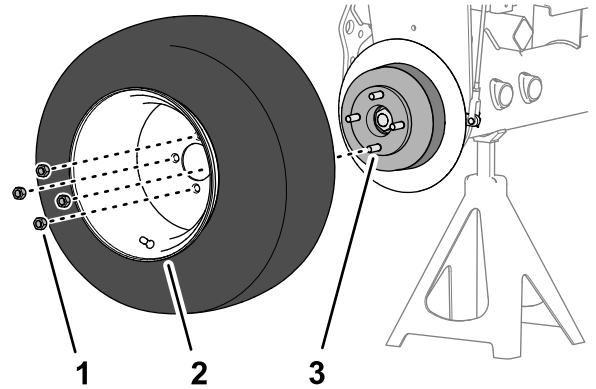

Figura 60
1. Retire las 4 tuercas que sujetan la rueda delantera al cubo, y retire la rueda (Figura 60).